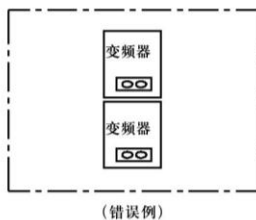

图 1-7 变频器安装在控制柜内示意图
- 变频器装在控制柜内，应保证控制柜与外界通风流畅。请垂直安装变频器，便于热量向上散发，不能倒置（详见图 1-6）；若柜内有较多变频器时，为保证变频器的散热空间最好将变频器并排安装；在需要上下安装时，请安装隔热导流板（详见图 1-7）。